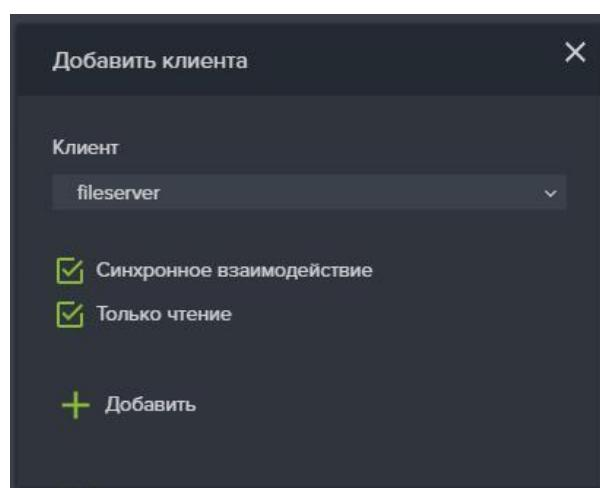

Рисунок 62. Добавить клиента к NFS папке
- Нажмите на кнопку «Добавить» клиента или «Добавить» группу (см. Рисунок 62);